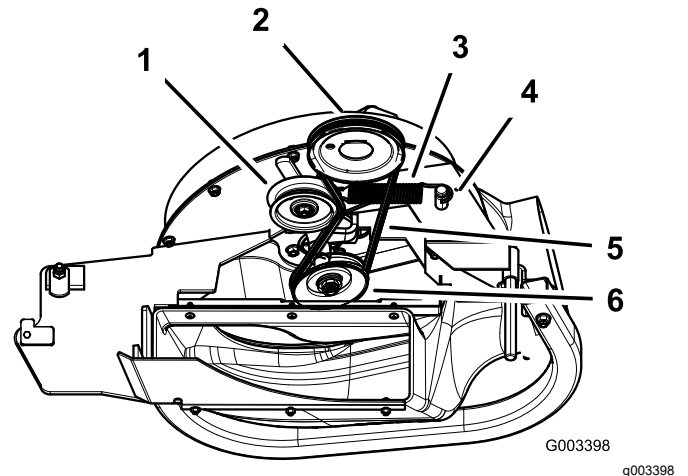

Figura 11
1. Instale la correa alrededor de la polea del soplador (Figura 11).
2. Instale el muelle en el brazo tensor y la clavija del soplador (Figura 11).